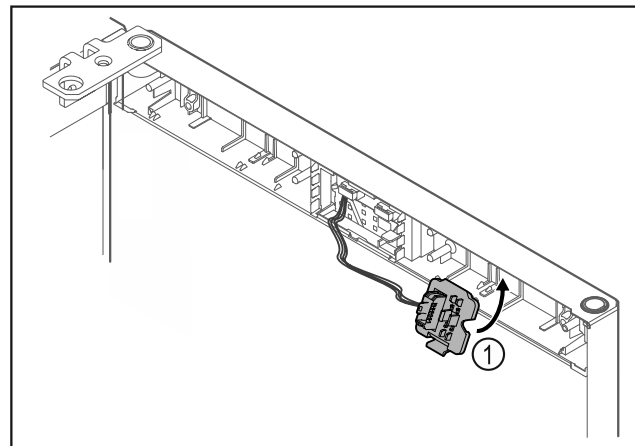

Fig. 16
- ▶ Κουμπώστε το στήριγμα του φικς Fig. 16 (1) στην απέναντι πλευρά.*